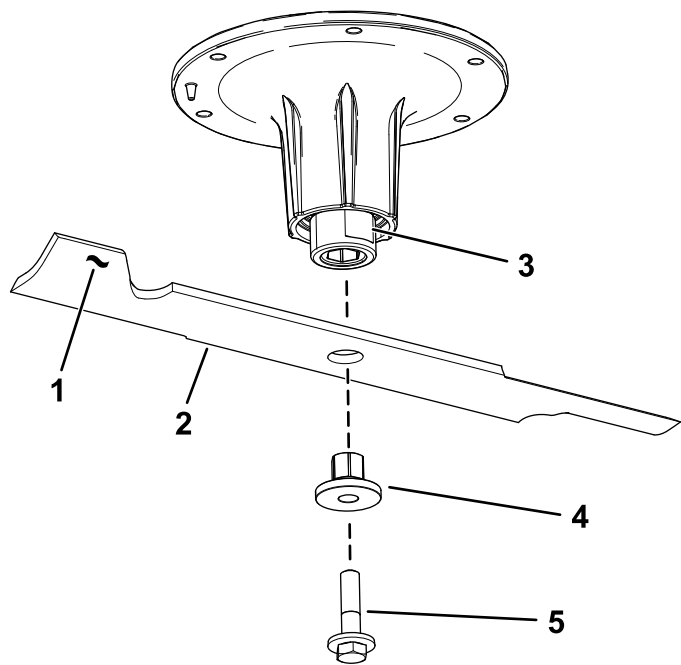

Figura 106
2. Retire el perno de la cuchilla, el casquillo y la cuchilla del eje (**Figura 106**).